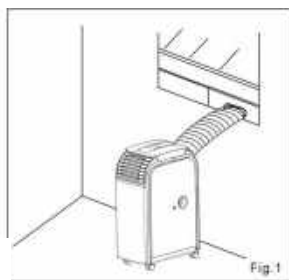

Fig.1
- ◆ Zainstalować przewód odprowadzający i regulowany zestaw listew przesuwanych w sposób przedstawiony na rys.1 i rys.1a.